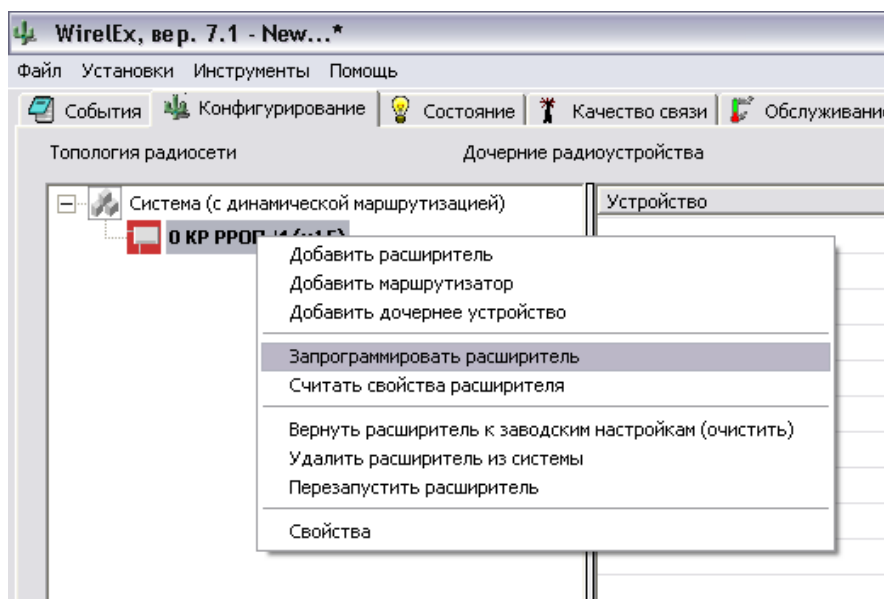

Рис. 30
f) «Заливаем» конфигурацию в РРОП-И (рис.30).